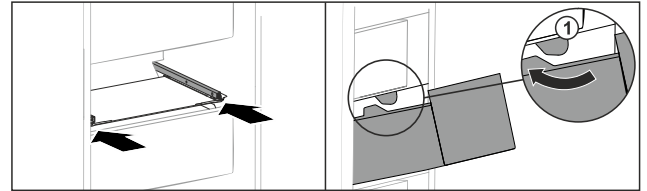

Fig. 95
- ▶ Schubfach um die Stopper Fig. 95 (1) herumführen.